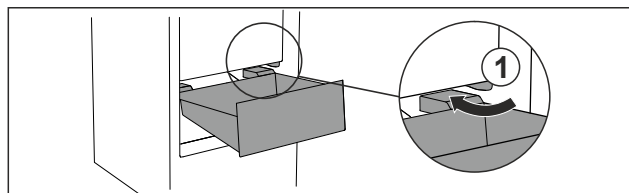

Fig. 106
- ▶ Vezesse el a fiókot ferdén az ütközők Fig. 106 (1) körül.